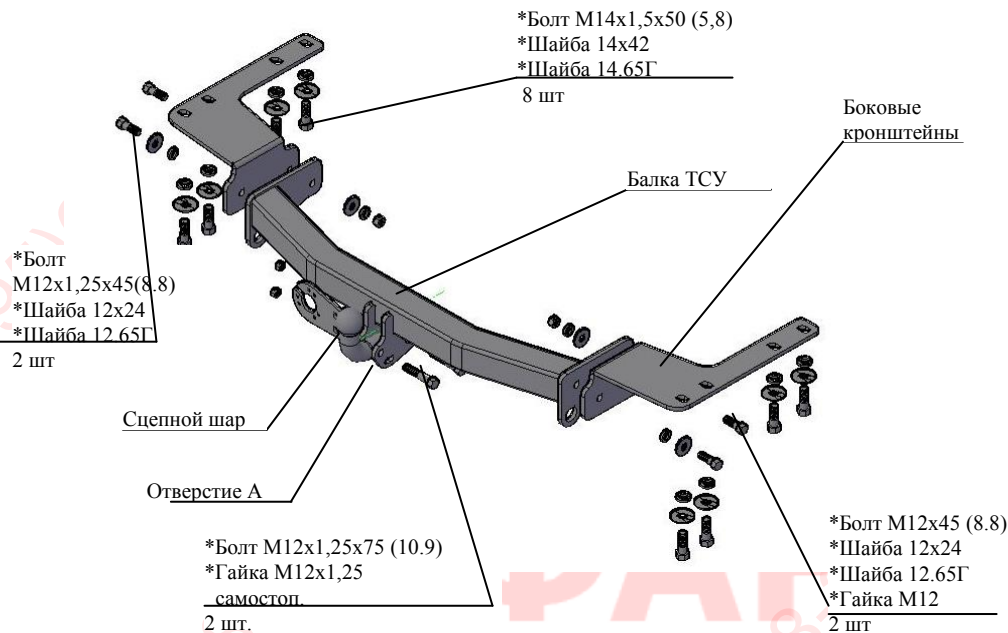

Рис.1 Тягово-сцепное устройство 7820.
2.1 ТСУ 7820 в сборе (рис.1)	1 шт.
2.2 Пакет с комплектующими (см. рис.1)	1 шт.